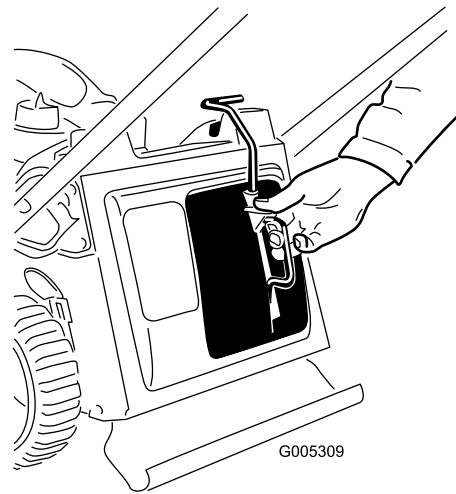
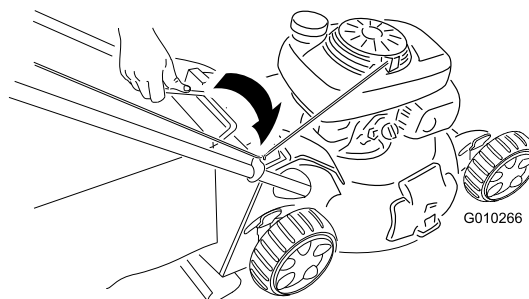

Figure 18
Figure 19
1. Montez l'obturateur de broyage (Figure 18) ou le bac à herbe (Figure 19) sur la tondeuse.